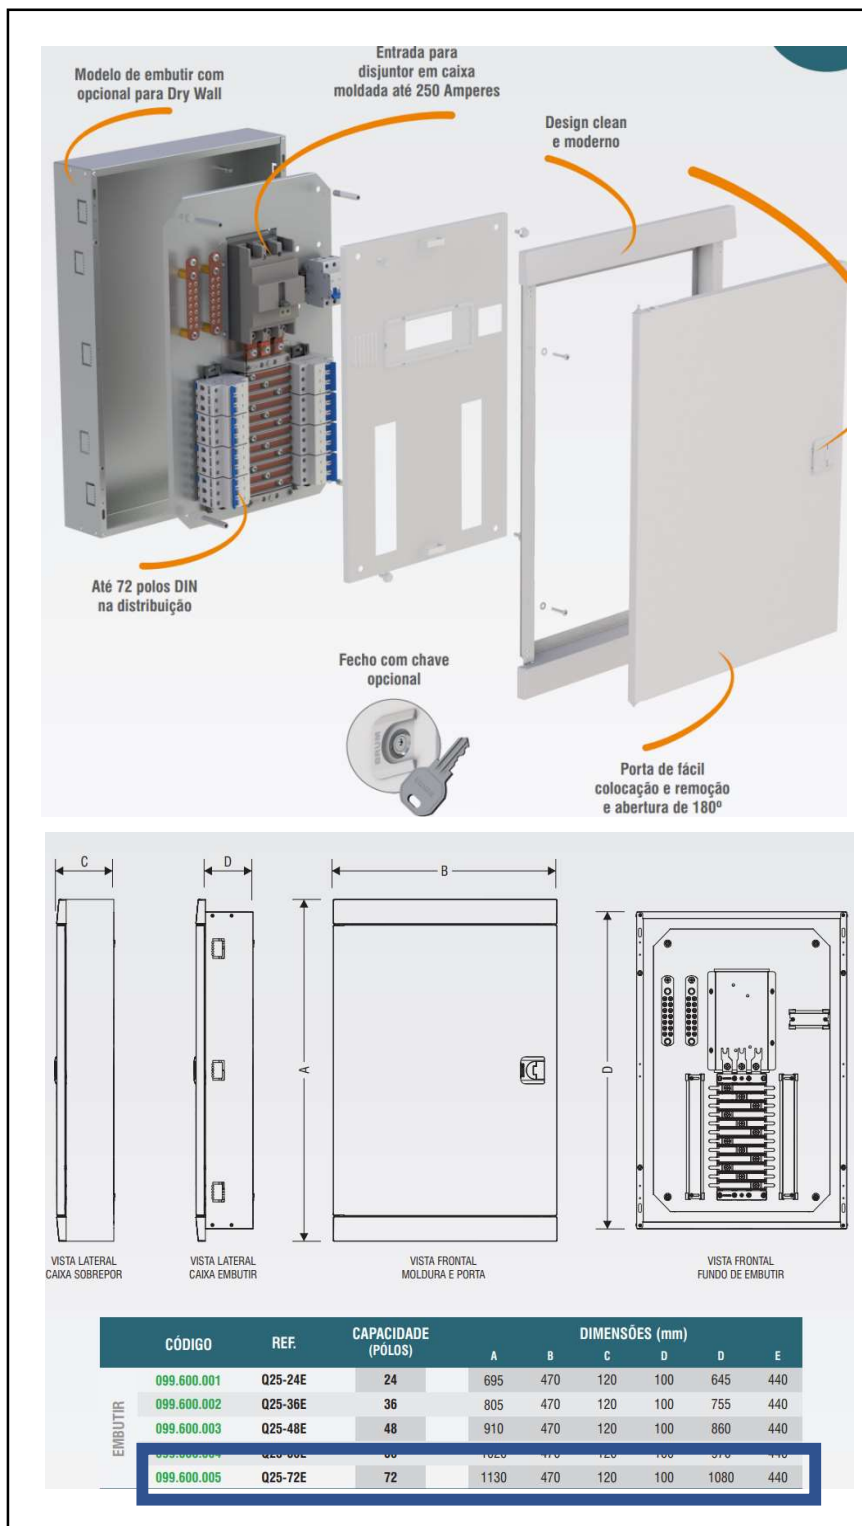

Figura 3: Modelo de referência da caixa de distribuição.
- i. Modelo de referência: Volt Plus da fabricante BRUM com 72 pólos (Figura 3).